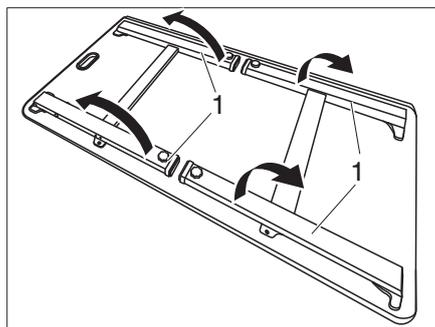
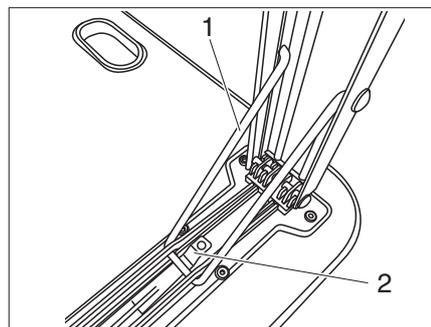

Fig. 35 Lato inferiore del tavolo
Fig. 36 Bloccaggio
- Sollevare tutti i piedini del tavolo (Fig. 35,1) fino a quando le staffe (Fig. 36,1) dei bloccaggi si innestano.
- Premere l'elemento di arresto (Fig. 36,2) e muovere i piedini del tavolo (Fig. 35,1) verso il basso.